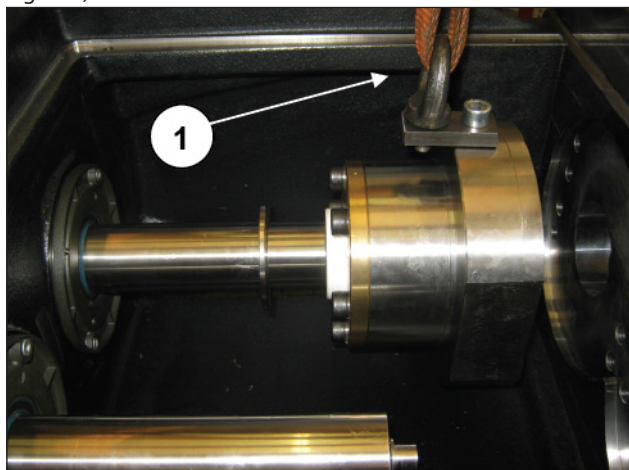

Fig. 204
Retire o suporte da camisa do cabeçote, deslizando no pistão, sustentando-o pelo olhal (pos. ①, Fig. 204) e solte o parafuso M10 que fixa o pistão, liberando assim todo o grupo que agora pode ser extraído do cárter dianteiro (pos. ①, Fig. 205 e Fig. 206).